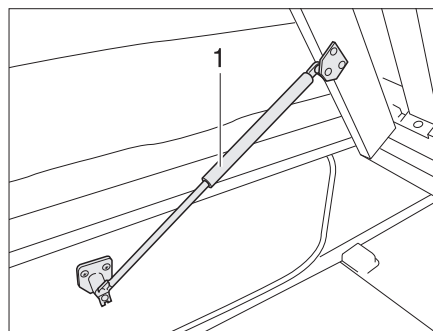

Fig. 63 Lit fixe
- Soulever le sommier à lattes. Les ressorts à pression de gaz (Fig. 63,1) maintiennent le sommier à lattes en position ouverte.